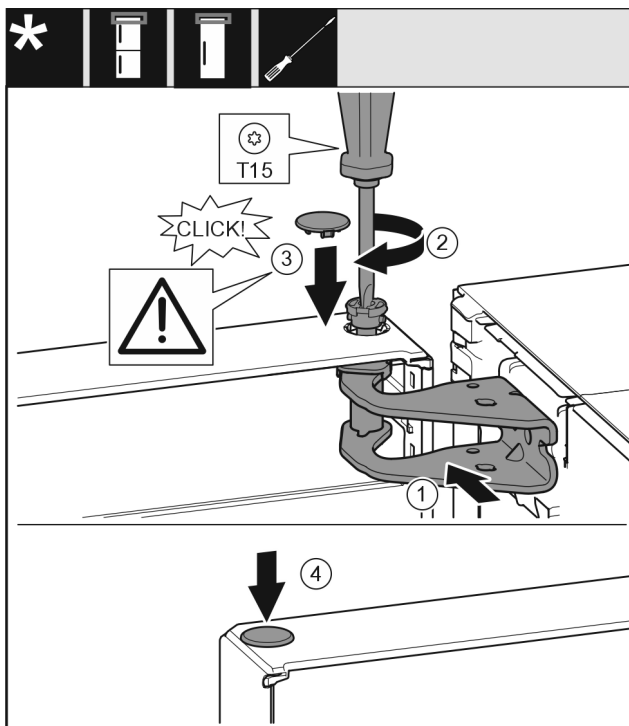

Fig. 17
- Вирівняйте дверцят зверху по отвору в опорному кронштейні. Fig. 17 (1)
- Вставте палець та закрутіть за допомогою викрутки T15. Fig. 17 (2)
- Встановіть захисну кришку для захисту дверцят: вставте захисну кришку і проконтролюйте, щоб вона прилягала до дверцят. Якщо це не так, повністю вставте палець. Fig. 17 (3)
- Вставте пробку. Fig. 17 (4)